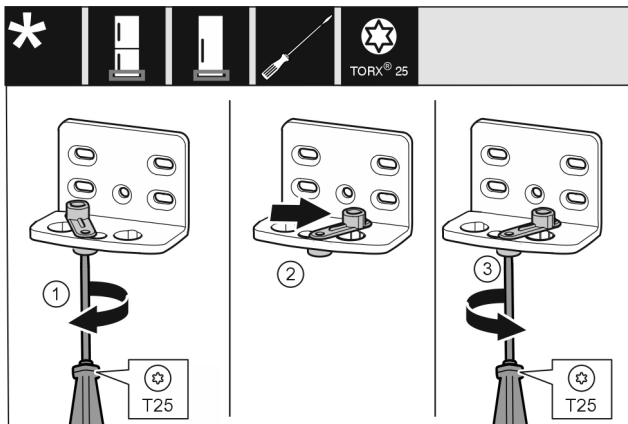

Fig. 11
- ▶ Atlaisvinkite varžtą atsuktuvu T25. *Fig. 11 (1)*
- ▶ Pakelkite pagalbinį durų uždarymo įtaisą ir 90° kampu pasukite į dešinę kiaurymėje. *Fig. 11 (2)*
- ▶ Tvirtai prisukite varžtą atsuktuvu T25. *Fig. 11 (3)*